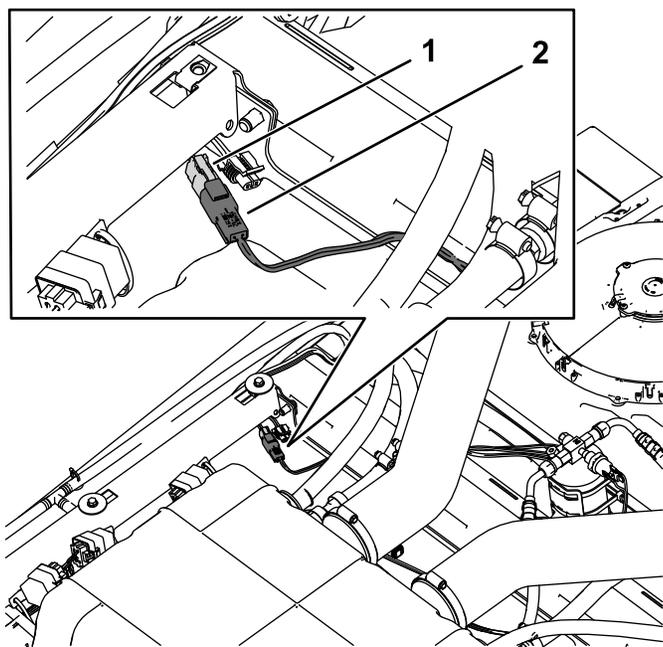

Figura 2
2. Sopra alla cabina individuate l'attacco a 2 poli libero sul cablaggio preassemblato della cabina e collegatevi il connettore di alimentazione del cablaggio preassemblato della luce di segnalazione (Figura 2).